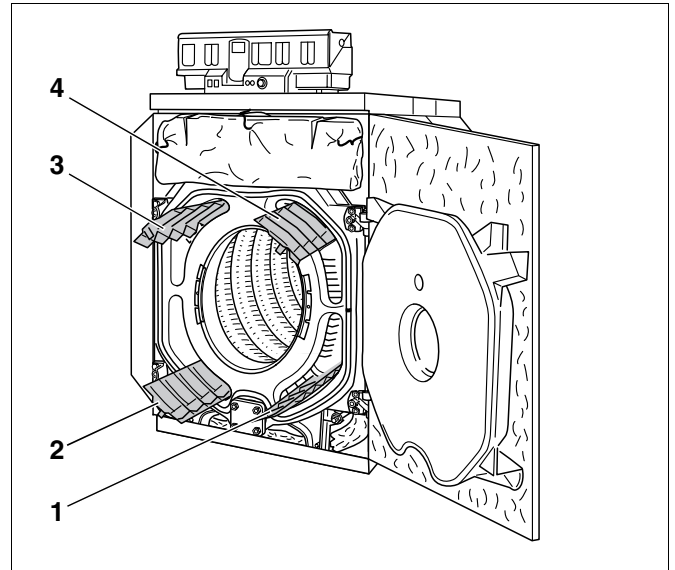

Рис. 72 Удаление направляющих пластин дымовых газов
- Вынуть из газоотводящих каналов по направлению вперед направляющие пластины дымовых газов (рис. 72, поз. 1 - 4).